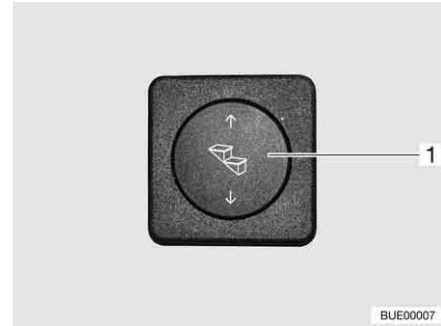

Bild 4 Manöverknapp fotsteg
- Tryck nedtill på vippknappen (Bild 4, 1) och håll den intryckt (minst 3 sekunder) tills fotsteget har körts ut helt.
- Tryck upptill på vippknappen (Bild 4, 1) tills fotsteget har körts in helt.